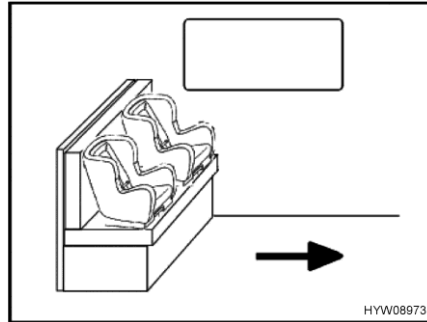
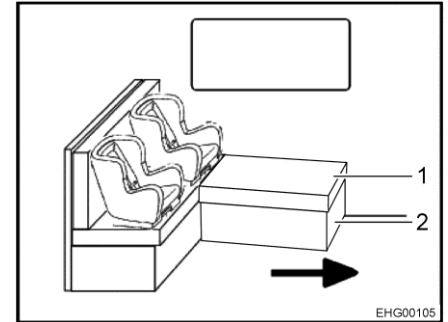

Fig. 21 Seggiolini per bambini sul sedile
Fig. 22 Seggiolini per bambini sul sedile a L
La freccia in Fig. 21 e Fig. 22 indica la direzione di marcia.
- Se necessario, rimuovere il cuscino (Fig. 22,1).
- Se necessario, chiudere la base cassapanca (Fig. 22,2).